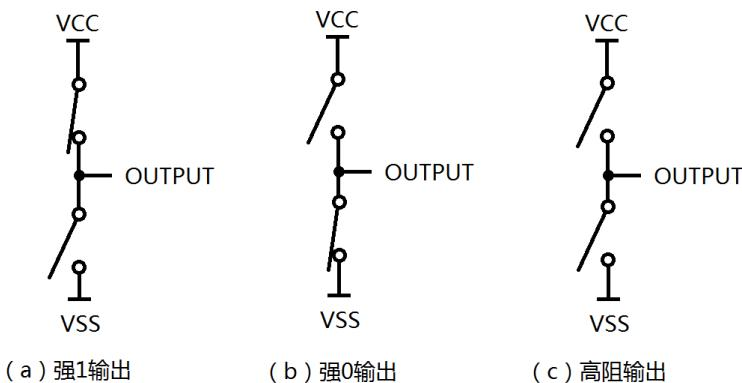

图 5.2 图腾柱输出
- 1) 如图 5.2 (a) 所示，无论 OUTPUT 被接在什么电路上，OUTPUT 一定是高电平 1，这就是所谓的输出强 1。
- 2) 如图 5.2 (b) 所示，无论 OUTPUT 被接在什么电路上，OUTPUT 一定是低电平 0，这就是所谓输出强 0。
- 3) 如图 5.2 (c) 所示，输出为高阻 Z，这代表不会对其他电路造成影响。当作为输入口时，OUTPUT 应置为高阻态。